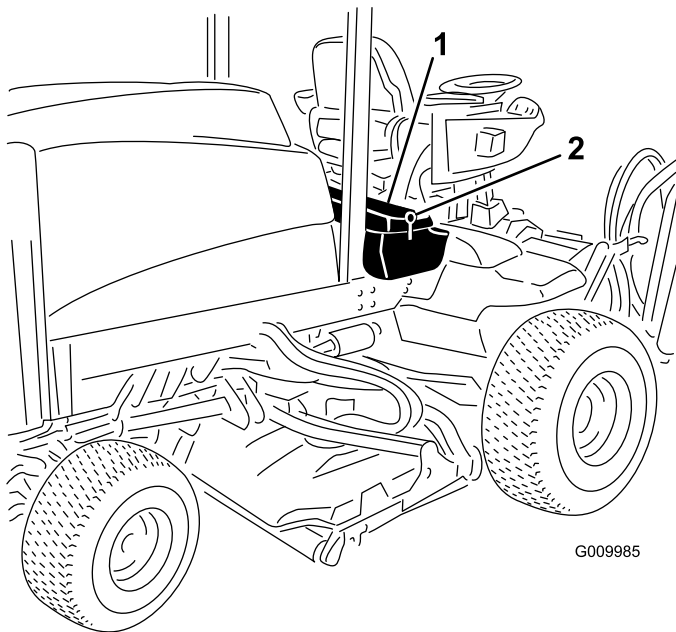

Bild 35
1. Entriegeln und heben Sie die Abdeckung der Bedienerkonsole hoch (Bild 35).